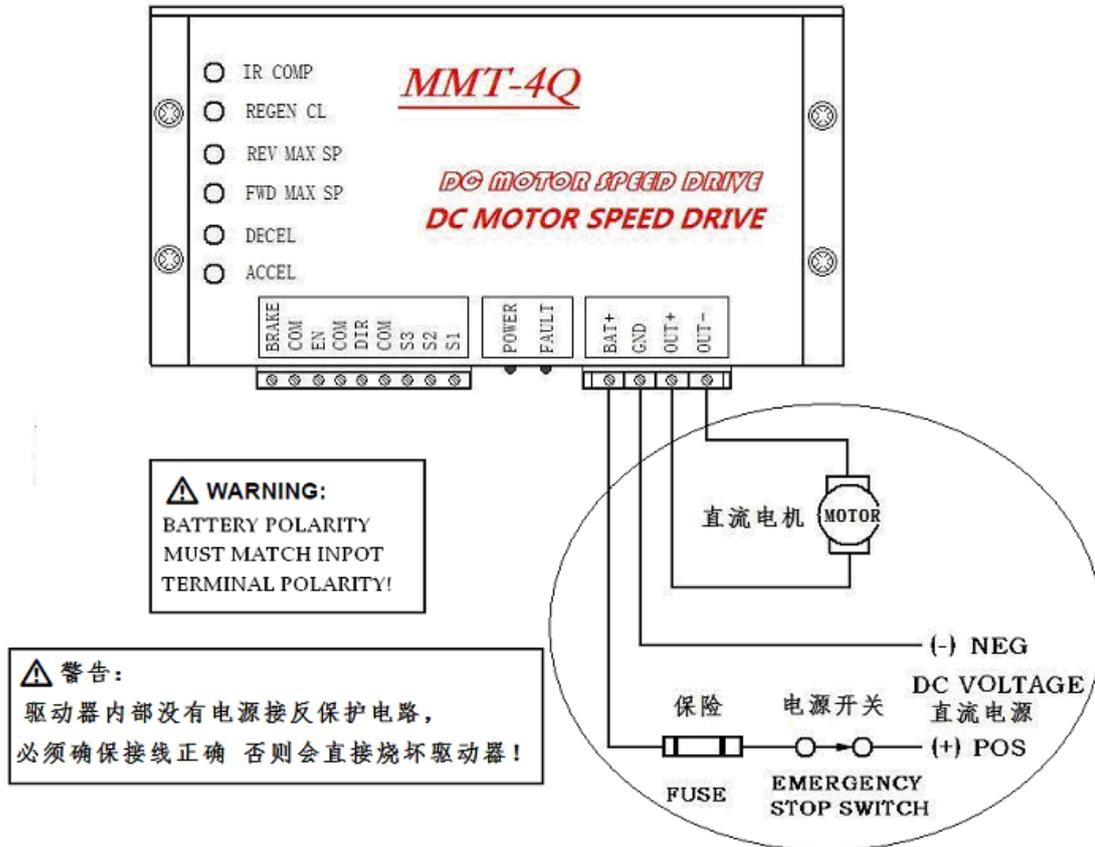

图 3
- 1、驱动器的电源输入端与电源（电瓶）之间，请务必加装一只快速熔断保险和电源应急总开关，以防必要时紧急断电。见图 3
连接直流电机到驱动器的 OUT+, OUT- 请见图 3。